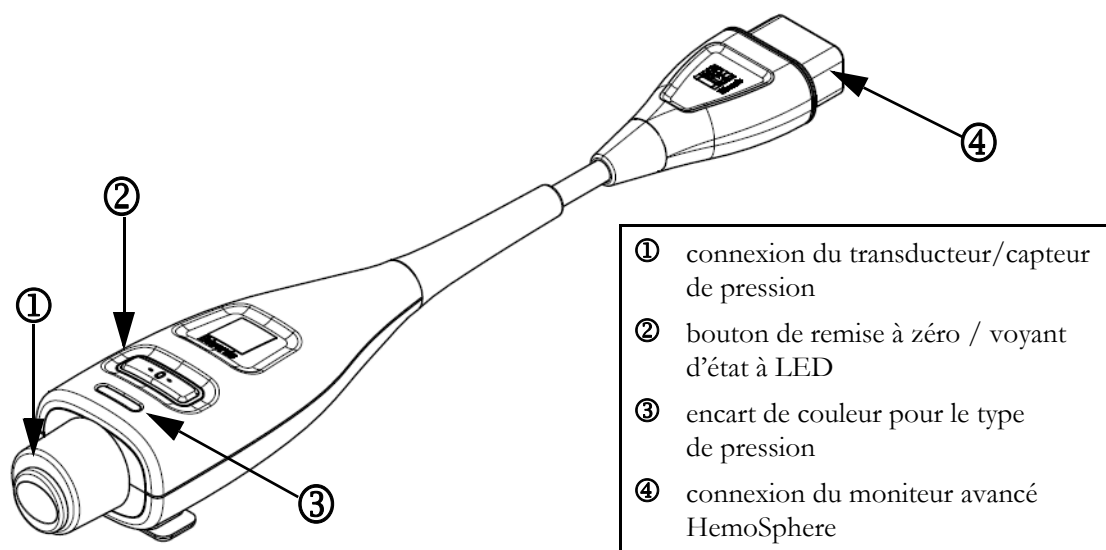

Figure 10-1 Câble de pression HemoSphere
Le câble de pression HemoSphere est un dispositif réutilisable qui se connecte au moniteur HemoSphere à une extrémité ④ et à tout transducteur de pression à usage unique (DPT) ou capteur Edwards à usage unique homologué à l'autre extrémité ①. Voir figure 10-1 à la page 140. Le câble de pression HemoSphere enregistre et traite un unique signal de pression à partir d'un transducteur de pression à usage unique compatible, comme par exemple le transducteur TruWave, ou d'un capteur FloTrac. Un capteur FloTrac ou FloTrac IQ/Acumen IQ se raccorde à un cathéter artériel existant pour fournir des paramètres hémodynamiques à partir de sources peu invasives. Un transducteur TruWave peut se raccorder à n'importe quel cathéter de surveillance de la pression compatible pour fournir une pression intravasculaire à partir d'un emplacement. Se reporter au mode d'emploi fourni avec chaque cathéter pour obtenir des instructions spécifiques sur la mise en place et l'utilisation du cathéter, ainsi que les avertissements, mentions Attention et spécifications correspondants. Le câble de pression HemoSphere peut être surveillé grâce à deux modes de surveillance technologique basés sur le couple capteur/transducteur : Mode de surveillance avec capteur **FloTrac** ou **FloTrac IQ/Acumen IQ** ou mode de surveillance avec cathéter de **Swan-Ganz**. Le mode de surveillance s'affiche sur la barre d'informations (consulter figure 5-19 à la page 87). L'apparence et les points de raccordement du câble de pression HemoSphere sont illustrés dans figure 10-1.
Encart de couleur du type de pression. Si nécessaire, il est possible d'utiliser l'encart de couleur adéquat, sur le câble de pression, pour indiquer le type de pression surveillé. Consulter paragraphe ③ de la rubrique figure 10-1 ci-après. Les couleurs sont les suivantes :
- Rouge pour la pression artérielle (PA)
- Vert pour le débit cardiaque (DC)
- 7 Effectuer un mouvement direct de branchement ou débranchement pour raccorder le connecteur vert du capteur FloTrac amorcé. La LED du câble de pression qui entoure le bouton de remise à zéro (voir ② à la figure 10-1) émet une lumière verte clignotante pour indiquer que le capteur de pression est détecté. Une lumière jaune indique une situation d'erreur. Si cela se produit, consulter la barre d'état pour connaître les détails de la situation d'erreur.
Appuyer sur le bouton zéro  directement sur le câble de pression (consulter figure 10-1).